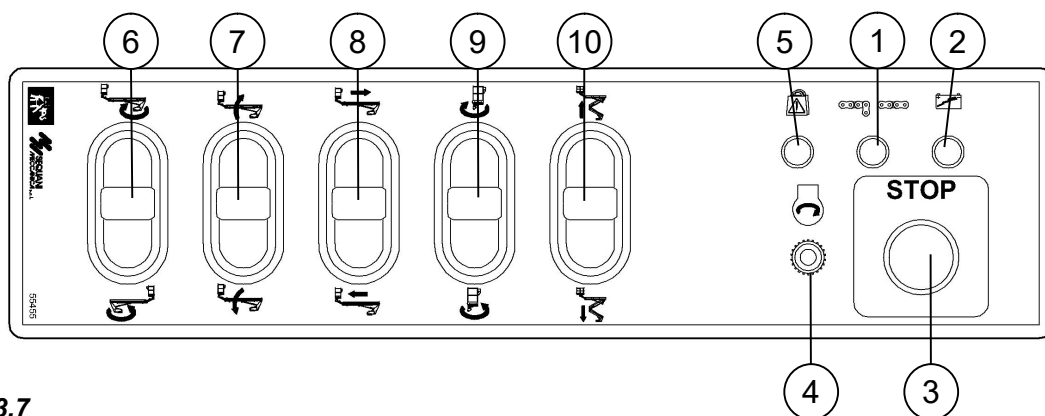

fig. 4.3.7
- verificare sul quadro comandi piattaforma di lavoro l'avvenuta accensione della spia presenza tensione (*pos. 2 fig. 4.3.7*)
- effettuare la movimentazione del braccio muovendo lentamente le leve potenziometriche di comando (*pos. 6-7-8-9-10 fig. 4.3.7*) nella posizione desiderata variando opportunamente la velocità
<p>NOTA:</p> <p>se si desidera spegnere il motore al raggiungimento della posizione, premere il pulsante stop d'emergenza (pos. 3 fig. 4.3.7). Il motore si spegne. Per riavviare sbloccare ruotandolo il pulsante di stop d'emergenza e premere il pulsante (pos. 4 fig. 4.3.7) di avviamento.</p>
<p>NOTA:</p> <p>sulla macchina è presente il dispositivo di controllo del carico in piattaforma [OPTIONAL]: quando si accende la spia rossa di "sovraccarico" (pos. 5 fig. 4.3.7), si attiva un avvisatore acustico e, contemporaneamente, tutti i movimenti della piattaforma si bloccano significa che il carico in piattaforma supera la portata massima. In tal caso, è necessario togliere il carico in esubero per poter effettuare la movimentazione.</p>